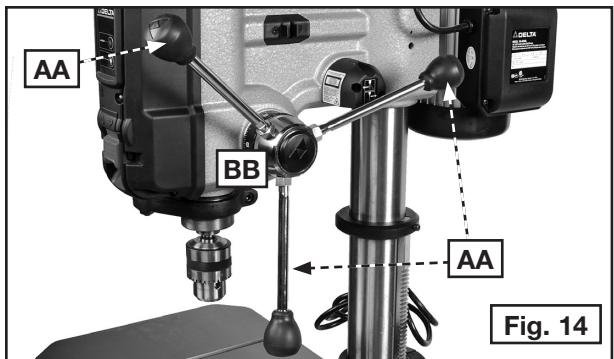

Fig. 14
Enrosque los tres mangos del eje del piñón (AA) en los tres orificios ubicados en el centro del eje del piñón (BB) Fig. 14.